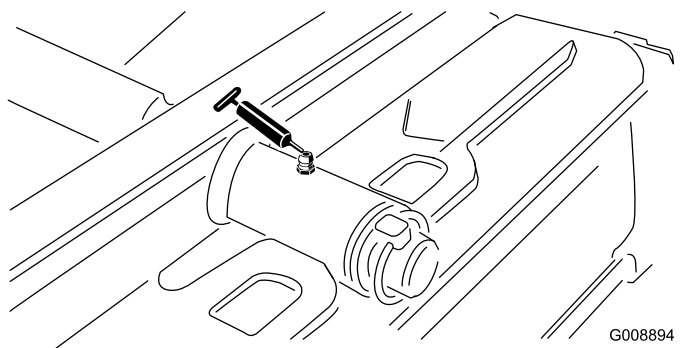

Рисунок 34
- Шарнир заднего режущего блока (Рисунок 34)